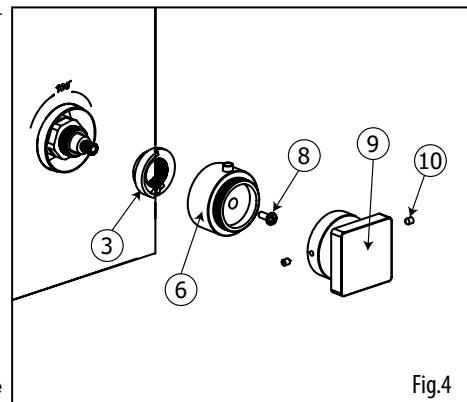

Fig.4
- Enlever la poignée (9), l'adaptateur (6) et le limiteur de température (3) tel qu'illustré (fig.4).